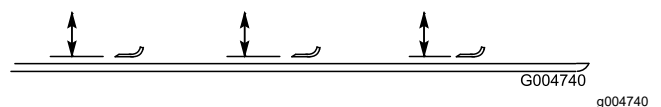

Bild 142
4. Drehen Sie die Messer, bis die Enden nach vorne und hinten zeigen und messen Sie von der Innenseite des Mähwerks bis zur Schnittkante an der Vorderseite des Messers (Bild 142).